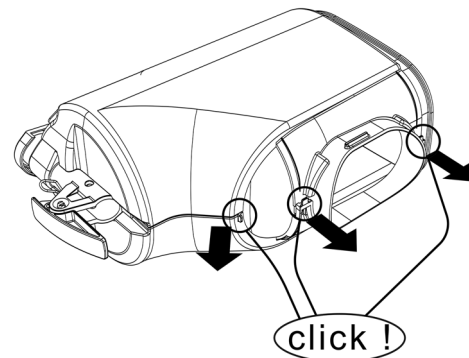

Bild 3
**1** Die beiden Teile öffnen, indem man sie ausrastet. (Bild 3).